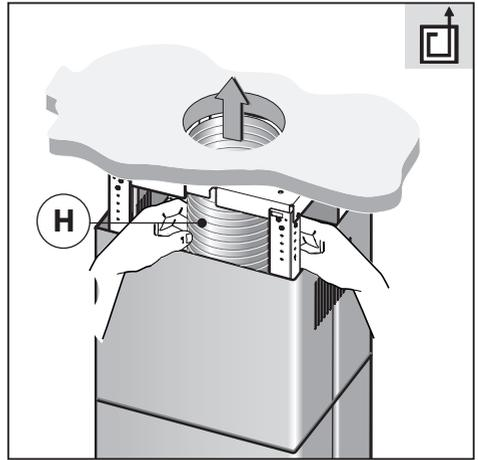

Fig.12
• **Versione aspirante:** fissare il tubo di evacuazione aria **H** (non in dotazione) sulla flangia di raccordo **F** (Fig.8). Fissare il tubo flessibile al foro di evacuazione aria predisposto (Fig.12).